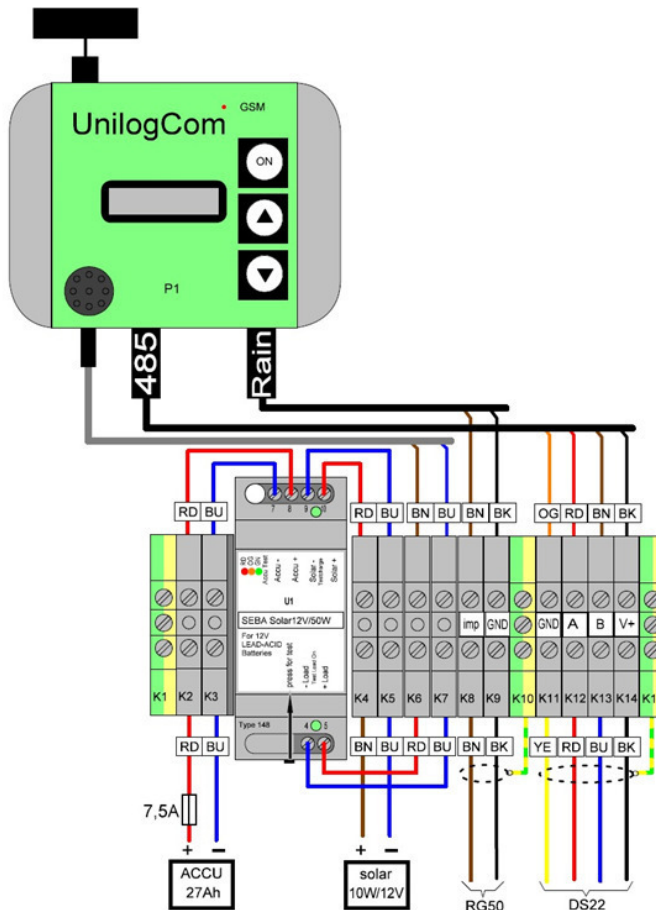
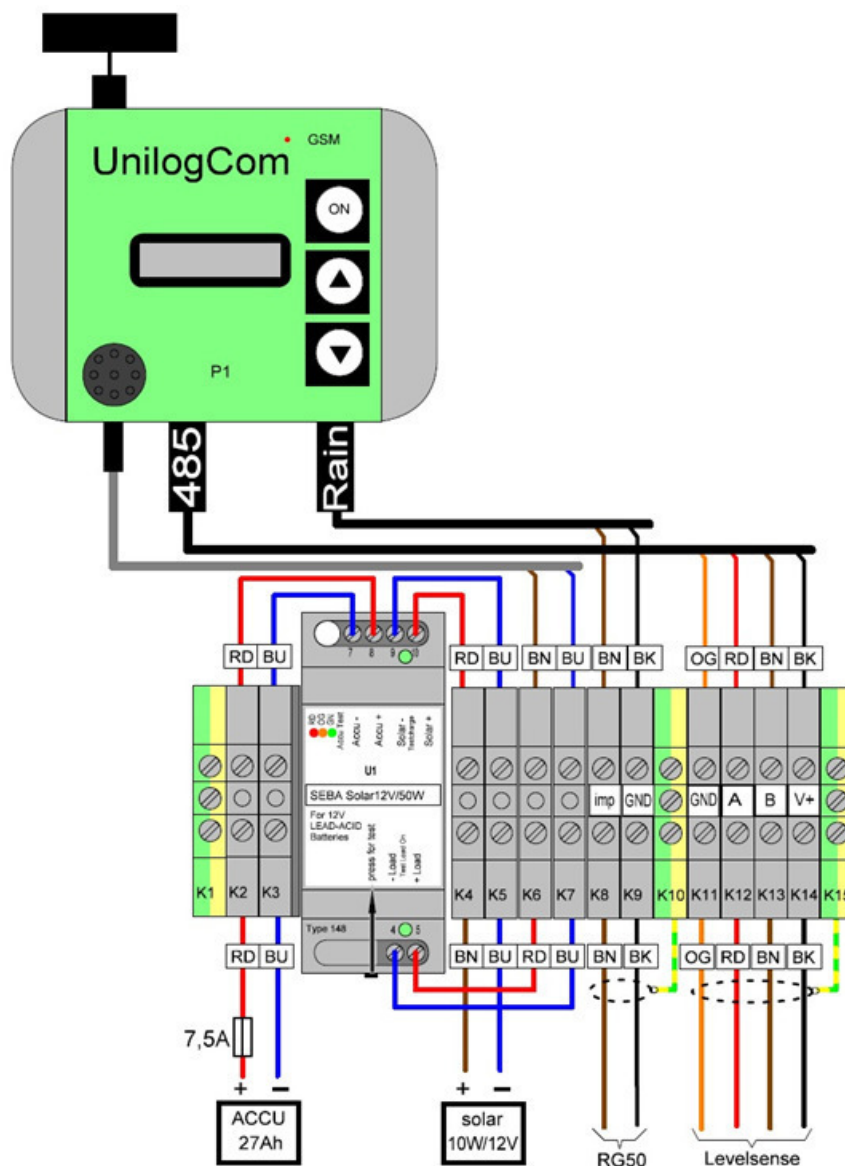

FIGURA 26. DIAGRAMA DE CONEXIÓN PARA ESTACIÓN CON PLUVIÓMETRO RG 50, SENSOR DE NIVEL DS-22 Y PANEL SOLAR.
FIGURA 27. DIAGRAMA DE CONEXIÓN PARA ESTACIÓN CON PLUVIÓMETRO RG 50, SENSOR DE NIVEL "LEVELSENSE" Y PANEL SOLAR.
3. Atornillar los hilos del cable del sensor a los bornes de conexión disponibles en el gabinete de protección según los diagramas de conexión de la Figura 26 y la Figura 27.